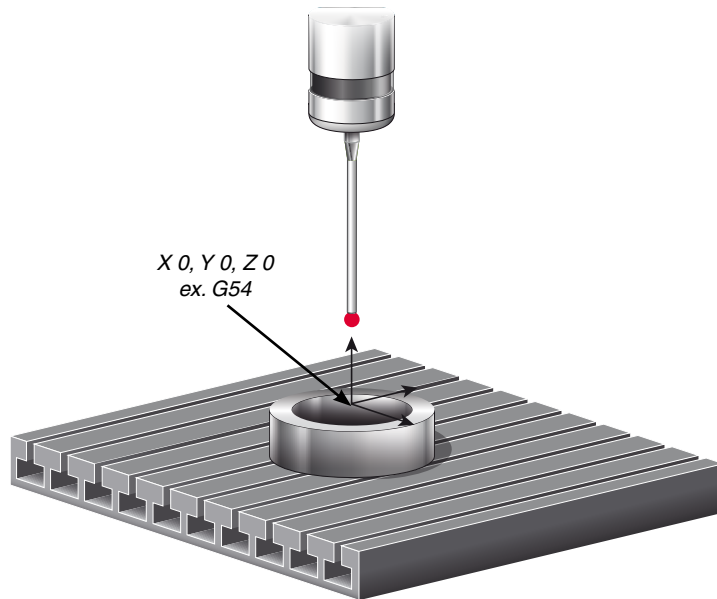

Figure 4 : calibration du décalage XY à l'aide d'une bague de calibration
- Comme illustré à la figure 4, le **décalage** actuel de la pièce est alors réglé pour X, Y, Z, étant à zéro sur la surface supérieure du centre de la bague de calibration.